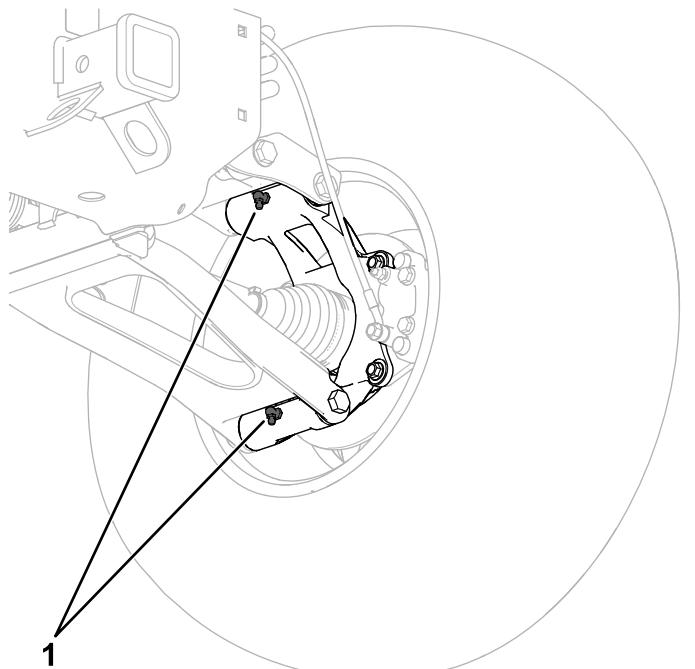

Figure 82
- **Pivots de fusée arrière (4) ; voir Figure 82**